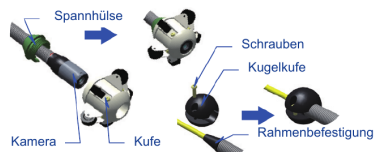

Abbildung 16. 134er-Rollenkuife
- 2) 134er-Kuife und 60er-Kugeluife montieren (Abbildung 16)